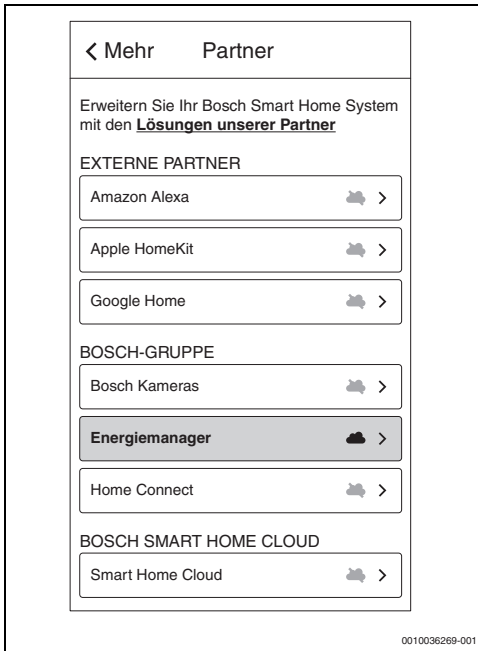

Bild 7 Menü Energiemanager auswählen
3. Im Bereich "Partner" **Energiemanager** aus der Liste auswählen (→ Bild 7).